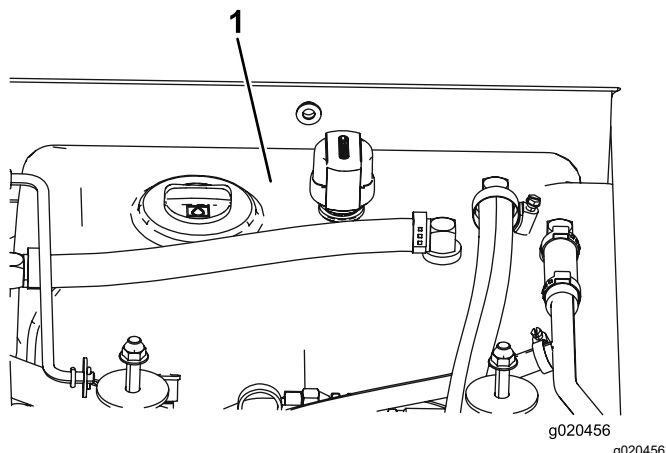

Figura 86
4. Llene el depósito (Figura 86) con fluido hidráulico; consulte Comprobación del fluido hidráulico \(página 80\).